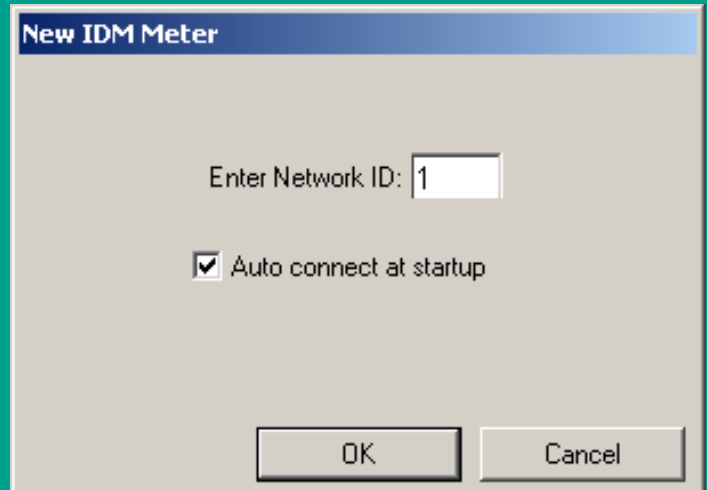

Figura 22: Novo ecrã de contador IDM
4. Abre-se o ecrã "novo contador IDM" (mostrado na figura 22). Introduza o número de ID da rede para o contador e clique em [OK].